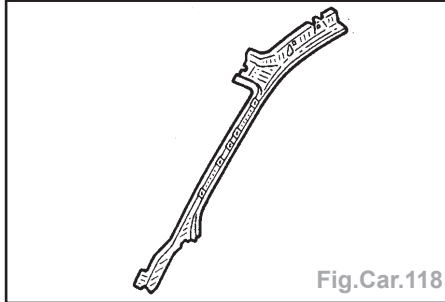

Fig.Car.118
- Pièce livrée seule (Fig.Car.118).